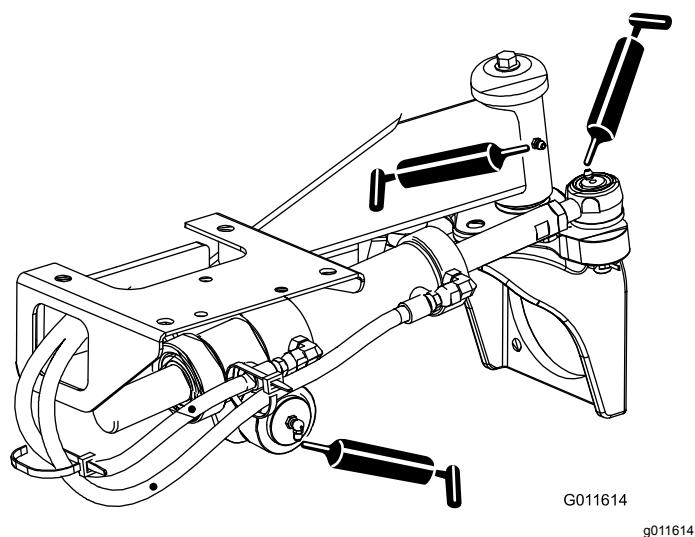

Figure 66
- Rotules de vérin de direction (2) et essieu arrière (1)—Figure 66